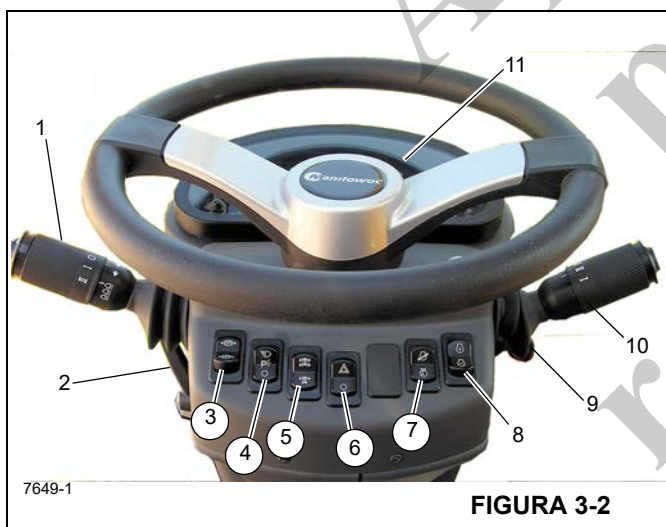

FIGURA 3-2
O conjunto da coluna de direção na Figura 3-2 é uma coluna de direção de pedestal inclinável e telescópica. Ele pode ser inclinado 30° para frente ou erguido verticalmente cerca de 2.5 pol. Ele inclui também a chave de ignição e o mostrador do indicador do barramento CAN (11) (Figura 3-2).
Números dos itens da Figura 3-2
A alavanca da sinaleira direcional e controles do limpador/lavador do para-brisa (1) Figura 3-2 localizam-se no lado esquerdo da coluna de direção. Empurrar a alavanca da sinaleira direcional para baixo faz com que a sinaleira direcional esquerda dianteira e a esquerda traseira pisquem. Empurrar a alavanca da sinaleira direcional para cima faz com que a sinaleira direcional traseira direita e a dianteira direita pisquem.
A coluna de controle de direção pode ser girada aproximadamente 30° para a frente e elevada cerca de 2.5 polegadas. Mova a alavanca de controle (2) Figura 3-2 para baixo para travar a coluna de direção no lugar; a coluna de direção fica liberada para ajuste girando a alavanca para cima.
A chave de controle do freio de estacionamento (3) Figura 3-2 localiza-se na frente da coluna de direção. Esta chave de duas posições (Liga/Desliga) é usada para acionar e liberar o freio de estacionamento no conjunto motor-transmissão. A luz indicadora do freio de estacionamento na coluna de direção acende quando a chave de pressão no sistema de liberação do freio for ativada e o freio for aplicado.
A chave dos faróis (4) Figura 3-2 localiza-se na frente da coluna de direção. Esta chave de três posições (OFF/PARK/HEADLIGHT) (DESLIGA/ESTACIONAMENTO/FAROL) controla a operação das luzes dos instrumentos, dos LEDs das chaves e das luzes do marcador na dianteira, traseira e na lateral do guindaste. Quando a chave estiver na posição Ligada, as luzes da coluna da direção e da chave acendem.
A chave seletora do eixo de tração (5) Figura 3-2 localiza-se na frente da coluna de direção. Esta chave de duas posições é usada para selecionar tração nas duas rodas (faixa alta) ou tração nas quatro rodas (faixa baixa). A chave controla uma válvula solenoide (energizada pela tração em duas rodas) que opera a faixa de velocidade e os cilindros de desconexão do eixo da transmissão. Quando a chave é colocada na posição de tração nas quatro rodas, a luz indicadora do eixo de tração na coluna de direção acende.
A chave seletora das luzes de perigo (6) Figura 3-2 localiza-se na frente da coluna de direção. A chave tem duas posições (ON/OFF) que fazem com que as quatro luzes da sinaleira direcional pisquem ao mesmo tempo quando a chave é posicionada em ON. Quando a chave estiver na posição Ligada, as luzes indicadoras da sinaleira direcional na coluna de direção piscam.
A chave de diagnóstico/controle da rotação do motor (7) (Figura 3-2) é uma chave de duas posições fixas liga/desliga usada para acessar os códigos de falha do motor ou para ativar o controle de baixa rotação do motor e as funções de rotação do motor.
mento (8) (Figura 3-2) para avançar e retroceder os códigos de falha. Se não houver códigos de falha do motor, o mostrador da coluna de direção indicará zeros.
Função da baixa rotação do motor — Com o motor funcionando e a parte superior da chave de diagnóstico/controle de rotação do motor pressionada, a baixa rotação do motor é ajustada por meio da chave de incremento/decremento (8) (Figura 3-2).
Função da rotação do motor — Com o motor funcionando e a parte inferior da chave de diagnóstico/controle de rotação do motor pressionada, a rotação do motor é ajustada por meio da chave de incremento/decremento (8) (Figura 3-2).
A chave de incremento/decremento (8) (Figura 3-2) é uma chave temporária de três posições em que a posição central fixa é a posição desligada. Use esta chave para avançar e retroceder os códigos de falha ativos ou ajustar a rotação do motor.
Função de diagnóstico — Com a chave de ignição na posição RUN (Funcionar), o motor desligado e a parte superior da chave de diagnóstico/controle da rotação do motor (7) (Figura 3-2) pressionada, pressione a parte superior ou inferior da chave de incremento/decremento para avançar ou retroceder os códigos de falha ativos indicados no mostrador da coluna de direção. Se não houver códigos de falha do motor, o mostrador da coluna de direção indicará zeros.
Função de rotação baixa do motor — Com o motor funcionando e a parte superior da chave de diagnóstico/controle da rotação do motor (7) (Figura 3-2) pressionada, pressione a parte superior ou inferior da chave de incremento/decremento para aumentar ou diminuir a baixa rotação do motor.
Função da rotação do motor — Com o motor funcionando e a parte inferior da chave de diagnóstico/controle de rotação do motor (7) (Figura 3-2) pressionada, a rotação do motor é ajustada por meio da chave de incremento/decremento. Pressione rapidamente a parte superior da chave uma vez para ir para rotação máxima; pressione rapidamente a parte inferior da chave para retornar à baixa rotação. Se a rotação do motor estiver abaixo do ajuste máximo da rotação, manter pressionada a parte superior da chave aumenta lentamente a rotação do motor; libere a chave depois de atingir a rotação desejada. Se a rotação do motor estiver acima do ajuste mínimo da rotação, manter pressionada a parte inferior da chave diminui lentamente a rotação do motor; libere a chave depois de atingir a rotação desejada.
A alavanca de câmbio (10) Figura 3-2 localiza-se no lado direito da coluna de direção. A alavanca de controle aciona a válvula seletora da transmissão eletricamente. Posicionar a alavanca para cima aciona o avanço e posicionar a alavanca para baixo aciona a ré. Quando a alavanca está em neutro, ela permanece em um recorte. Para movimentar a alavanca para cima ou para baixo, puxe primeiro a alavanca para cima. Para mudar a transmissão para primeira, segunda ou terceira marcha, gire o botão para 1, 2 ou 3.